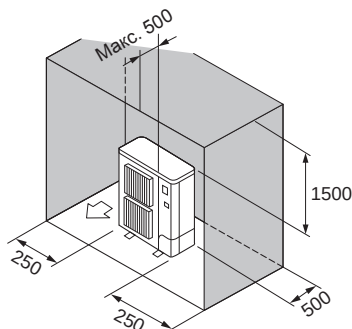

Fig. 2-7
- ⑥ Перешкоди лише ззаду, з боків та зверху (Fig. 2-7)